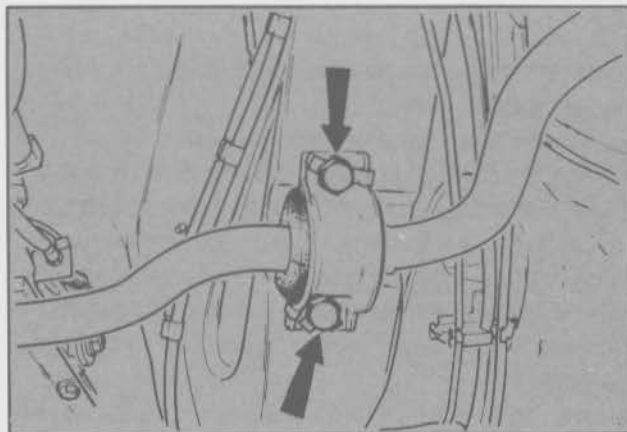

Fig. 18 - Montaje de la barra estabilizadora
- Extraer la barra estabilizadora de los largueros (4 tornillos y arandelas de seguridad (Fig. 18).